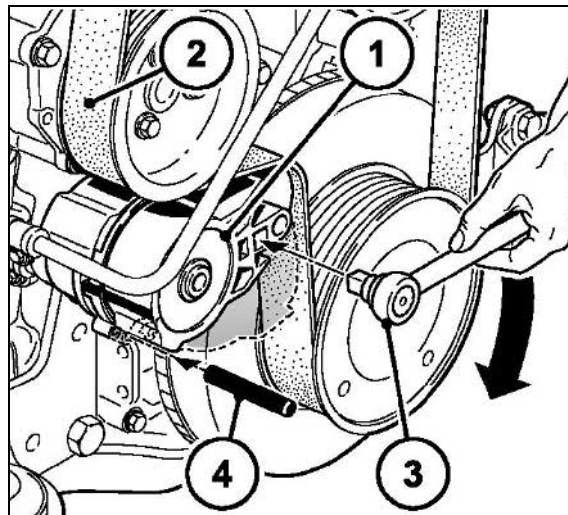

Fig. 169
1. Stil en opfangsbeholder under lukkeskruen (Fig. 169/1).